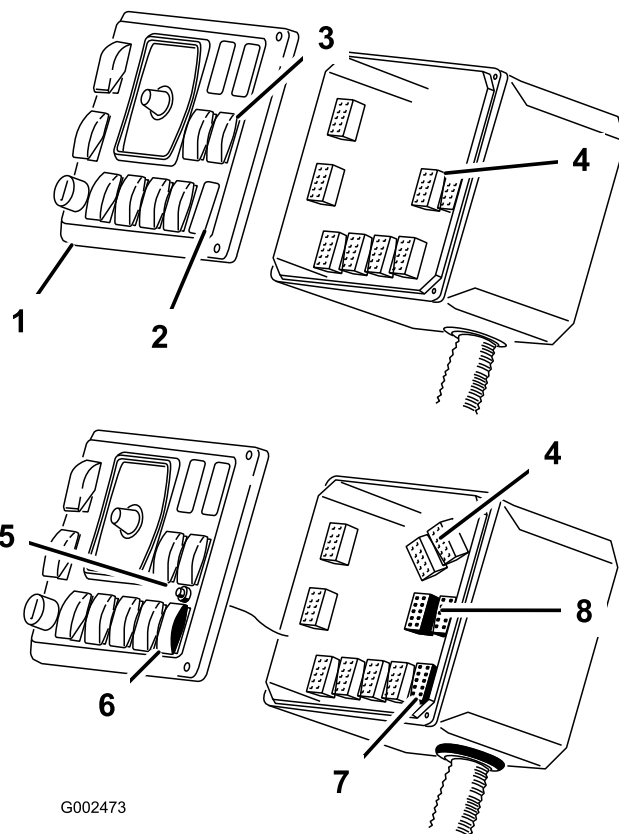

Figura 21
3. Instale a luz indicadora através da parte posterior do furo e prenda-a ao painel frontal com os dispositivos de fixação incluídos (Figura 21).
4. Remova o tampão do interruptor da rampa sonic do painel frontal e instale o interruptor de oscilação da rampa sonic (Figura 21).
5. Localize e desligue os tampões dos interruptores de elevação das rampas (Figura 21).